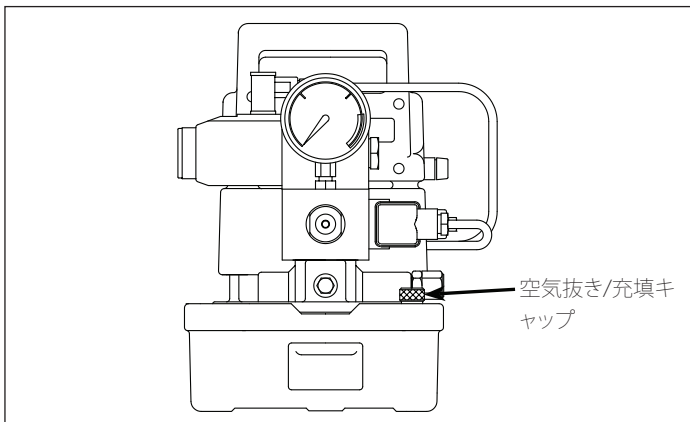

図4 空気抜き/充填キャップ
空気抜き/充填キャップを外して、オイルレベルを点検します (図4参照)。オイルレベルが空気抜き/充填キャップの開口部の下 1 cm [1/2 inch] の位置になるまで、Enerpac油圧オイルを補充します。
1. タンクの上部右端にある空気抜き/充填キャップを外します (図4参照)。